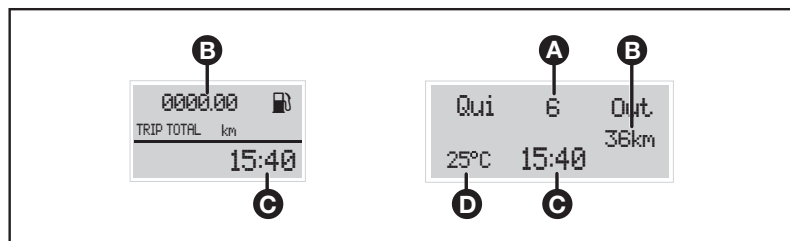

fig. 46
- Hodômetro total/parcial (B-fig. 46).
- Relógio (C-fig. 46).
- Temperatura externa (D-fig. 46).
- Data (A-fig. 46).